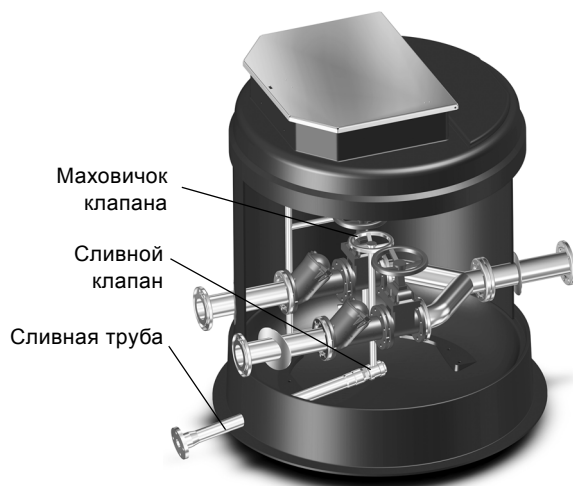

Рис. 29 Слив из клапанной камеры
1. Откройте сливной клапан клапанной камеры при помощи маховичка, расположенного в канализационном резервуаре, для опорожнения отстойника клапанной камеры. См. рис. 29.
7. Закройте сливной клапан в канализационном резервуаре. См. рис. 29.